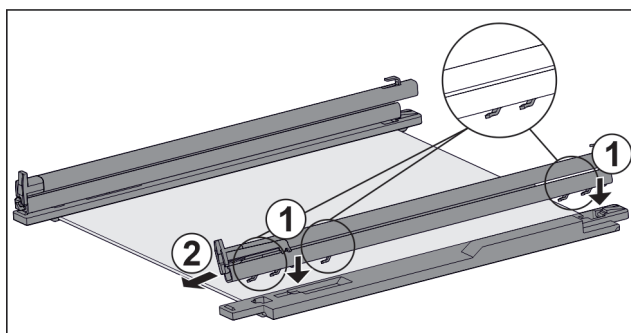

Fig. 224 Stikla plaukts ar sliedēm un turekļiem
- Ievietojiet slides āķi **kreisā** turekļa atverēs. Fig. 224 (1)
- Velciet sliedi uz priekšu. Fig. 224 (2)
- Ievietojiet slides āķi **labā** turekļa atverēs. Fig. 224 (1)